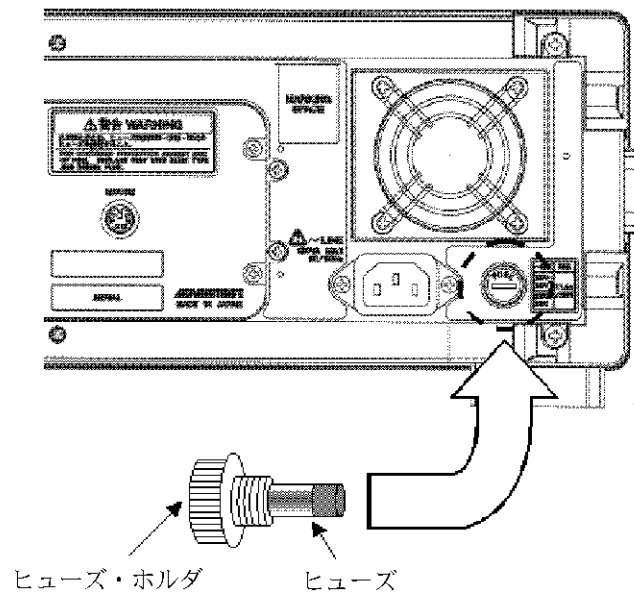

図 1-2 電源ヒューズの交換
3. 背面パネルにあるヒューズ・ホルダを、マイナス・ドライバーを使用して反時計方向に回し、取り出します (図 1-2 参照)。